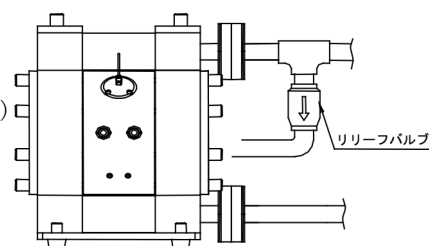

Fig.4.2
- ・ポンプの設置場所の環境によって移送液体の体積変化が大きい場合は、吐出側にリリーフバルブを取付けて許容圧力値で開放するようにしてください。（Fig.4.2参照）液体の体積変化によりポンプ内圧が許容圧力を超えた場合、破損の原因となります。